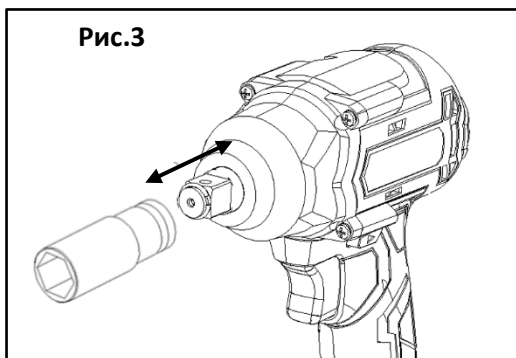

Рис.3
- Для извлечения вытяните насадку с посадочного квадрата инструмента (Рис.3).